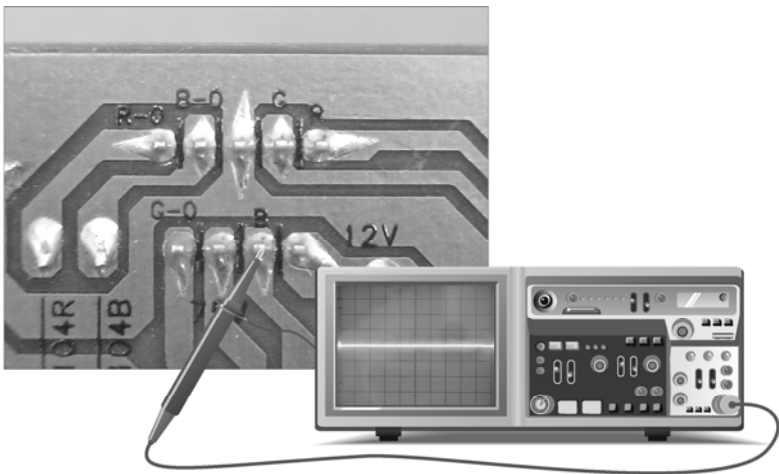

图 2-80 IC103（LM2439T）⑥脚 B 信号的检测
①	R OUT	红基色信号输出	⑥	B IN	蓝基色信号输入
②	G OUT	绿基色信号输出	⑦	G IN	绿基色信号输入
③	B OUT	蓝基色信号输出	⑧	VDD	电源+12 V
④	VCC	电源+70 V	⑨	R IN	红基色信号输入
⑤	GND	接地
用示波器检测 IC103（LM2439T）⑥脚输入的 B 信号是否正常，如图 2-80 所示。
由如图 2-80 所示可知，IC103⑥脚输入的 B 信号波形也不正常，检测其他两组信号 R、G，其波形正常，即说明由前级电路送给视频放大器 IC103 的波形就已经不正常了，说明显示器显示不正常的故障可能并不是由 IC103 引起的。接下来应继续往前级电路，即视频预放集成电路进行检查。IC103⑨、⑦、⑥脚的 R、G、B 信号分别是由视频预放集成电路 IC101（KA2504X）的②③、②①、①⑧脚送来的，因此两处的信号波形应该是相同的。